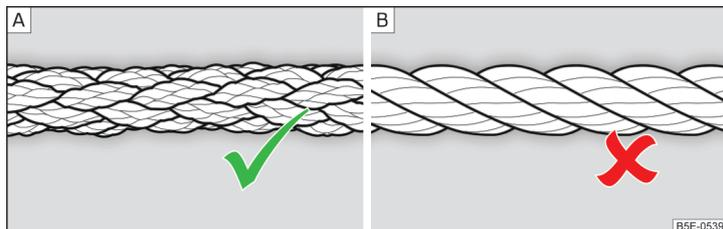

Fig. 118 Câble de remorquage tressé / Câble de remorquage tordu
Utilisez un câble de remorquage tressé pour le remorquage » fig. 118 - A.
- Lors du remorquage, n'utilisez pas de câble entortillé » fig. 118 - B, l'œillet de remorquage pourrait se dévisser du véhicule - risque d'accident.